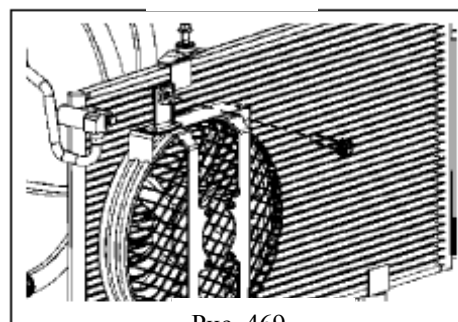

Рис. 469
- (2) Открутите 1 болт, снимите вентилятор конденсатора в сборе(рис. 469)